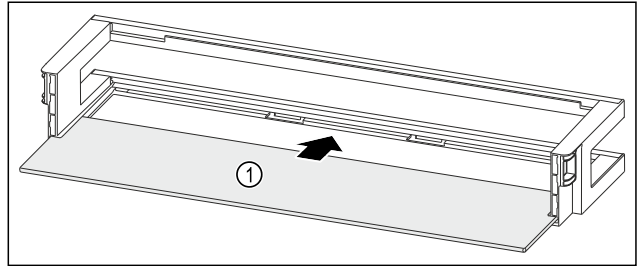

Fig. 90 Balconnet de contre-porte avec tablette de rangement
- Insérer la tablette de rangement Fig. 90 (1) dans les évidements latéraux.